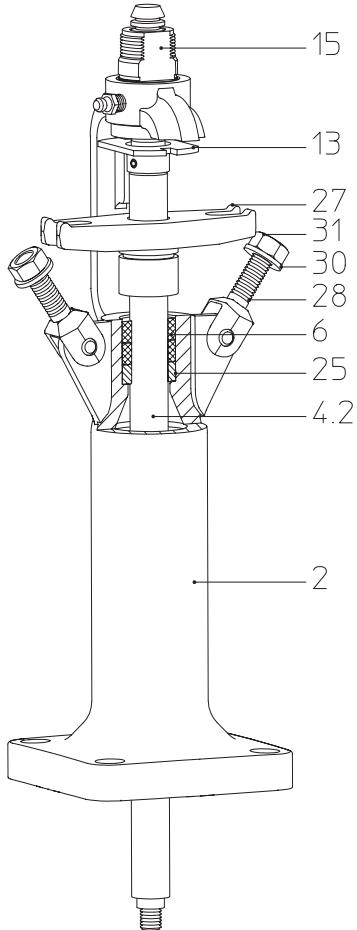

Рис. 6: Конструктивное исполнение с
- При отсутствии герметичности у шпинделя (№ 4.2) и использовании предохранительного сальника постепенно, равномерно затянуть при помощи шестигранных гаек (№ 31) сальниковое уплотнение (№ 6) до достижения герметичности (рис. 6).
Слишком свободная крышка сальника (№ 27; рис. 1-4; стр. 4)	При помощи шестигранной гайки затянуть крышку сальника (№ 27) до достижения герметичности (рис. 1-4; стр. 4). Необходимо заменить верхнюю часть! При необходимости дополнительно набить сальниковое уплотнение (№ 6). Соблюдать предупреждающие указания (рис. 6 и 7; стр. 8).